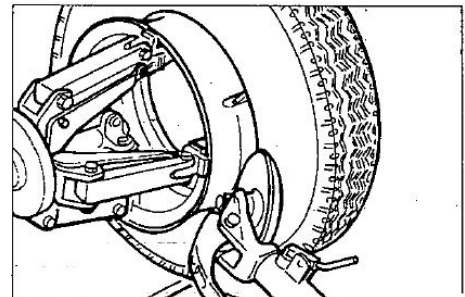

Рис. 33
- 12) Поверните кулачковый зажим и установите диск отрыва борта напротив шины и, перемещая его по контуру бортового кольца, отделите другой борт шины от колеса (примечание: предварительно смажьте борт шины). Продолжайте смещение диска приспособления вперед до тех пор, пока примерно половина шины не будет демонтирована с колеса (см. рис. 33).